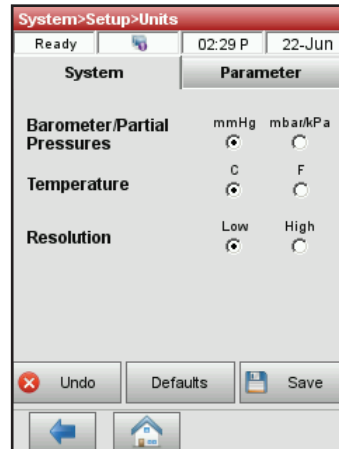

Figure 24. Gestion du système > Configuration > Écran Unités
3. Sur l'écran "Configuration", sélectionnez "Unités" (Figure 24).